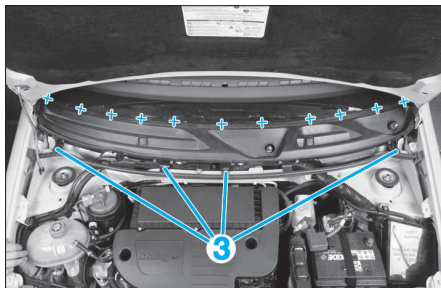

FIG. 22
- Déposer les vis de fixations (3) (Fig.22), puis décliper vers l'avant du véhicule, la grille d'aévent.